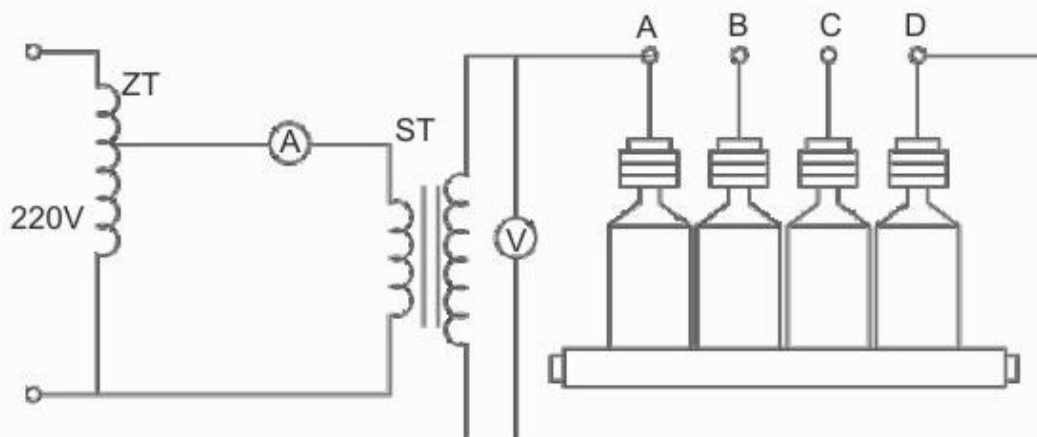

图5 工频放电试验接线图
3) 对于 GB2 系列串联间隙组合式过电压保护器，应进行工频放电电压试验，试验接线如图 5 所示。ST 为试验变压器，V 为高压电压表，A 为安培表